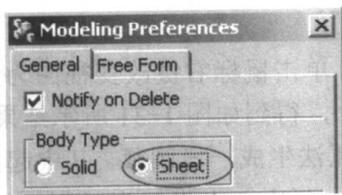

图 1-35 修改设置
(5) 修改设置: 选择 Preferences→Modeling→General, 把 Body Type 设置为 Sheet, 如图 1-35 所示。